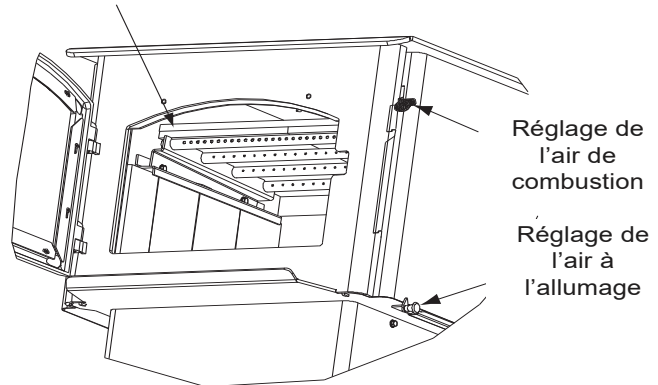
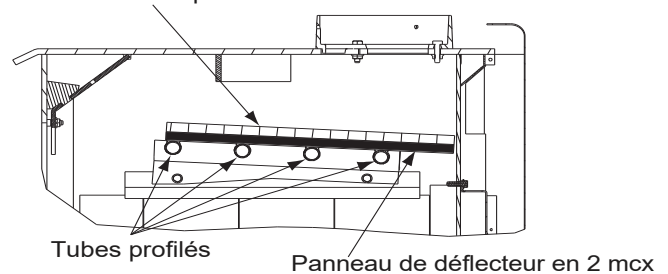

Figure 13.1
Figure 13.2
1. Vérifiez que la position du déflecteur est correcte. Il doit affleurer le tube avant et reposer sur tous les tubes (**Figure 13.1 et Figure 13.2**).